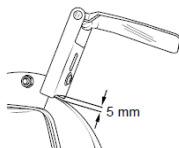

Рис.4 Установка защитного экрана
7.9. При проведении мокрого шлифования влить в лоток-2, см.рис.4 воды столько, чтобы круг-3, был погружен в воду на 1/3. Более высокий или низкий уровень может отрицательно сказаться на результатах шлифования.